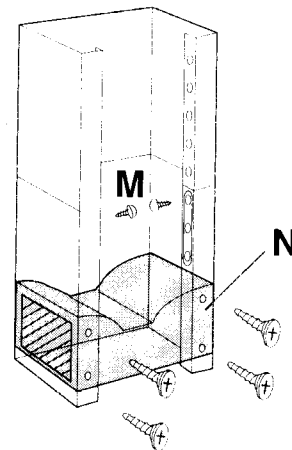

Рис. 10
Перед монтажом вытяжного вентилятора воздуховод (N) следует установить вовнутрь (рис. 10).